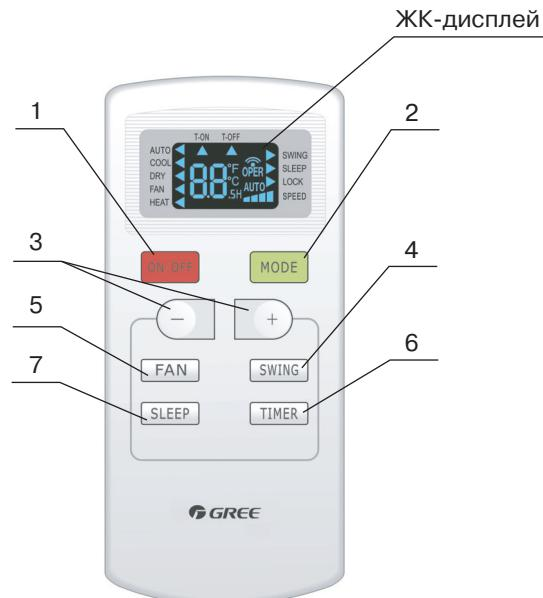

Рис. 5.1
5.1 ПУЛЬТ УПРАВЛЕНИЯ (РИС. 5.1)
- Для управления кондиционера применяется инфракрасный дистанционный пульт (рис. 5.1).
- Комментарии к рис. 5.1 см. таблицу 5.1.